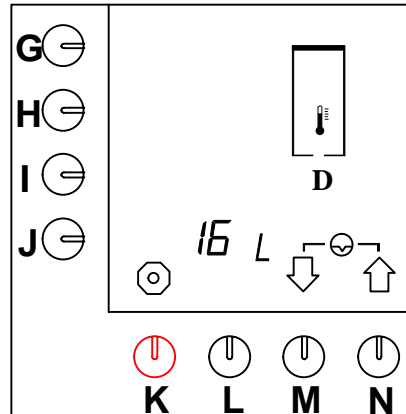

Fig. 17 Dagräkneverk varmvattensystem
- Fig. 17 visas på displayen.
- Efter 5 sekunder (när stoppsymbolen ovanför tangenten (K.) har slutat blinka): Håll programmeringstangenten (G.) intryckt tills fig. 17 återvänder på displayen.